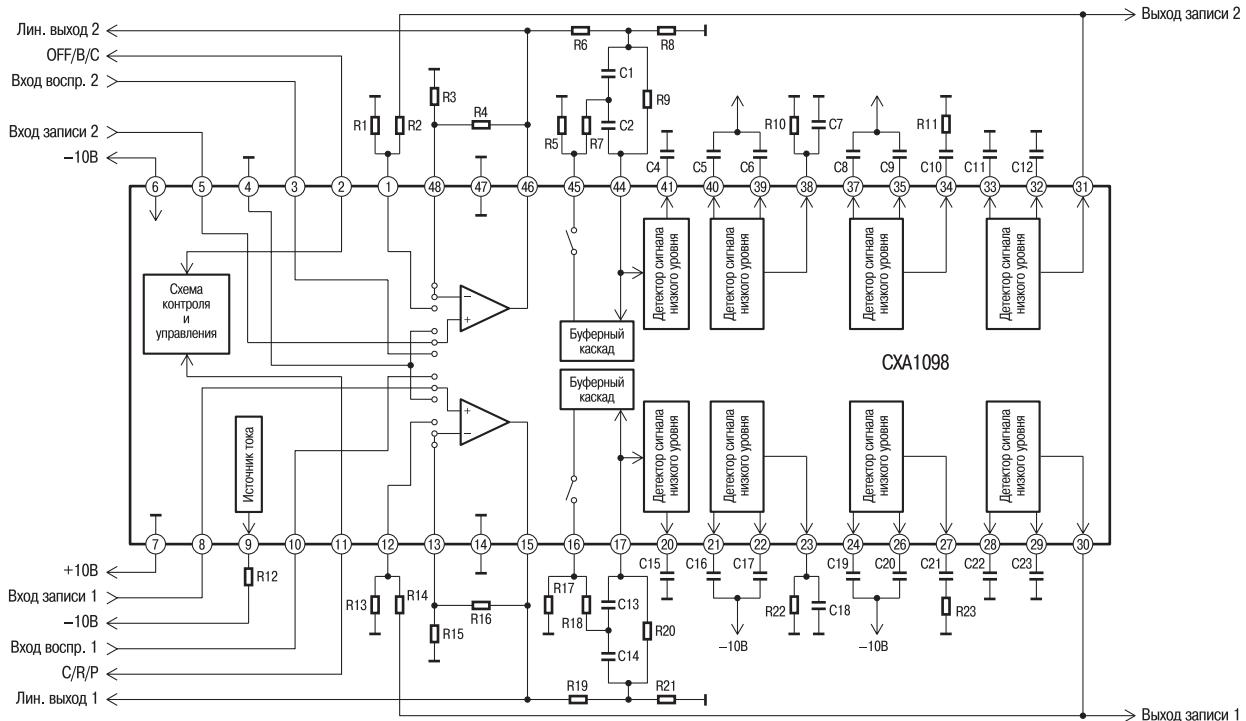

Рис. 8. Структурная схема и схема включения ИС CXA1098
**нижения Dolby B и Dolby C. На рис. 8 показана структурная схема микросхемы CXA1098.** Она содержит два канала обработки сигналов. При записи аудиосигнал подается на выводы 5 и 8, а при воспроизведении – на выводы 3 и 10. Выбор режимов «Калибровка», «Запись» или «Воспроизведение» осуществляется сигналом С/Р/Р, подаваемым на вывод 11. Режим шумопонижения (или его отключение) определяется уровнем сигнала OFF/B/C на выводе 2. В режиме Dolby C используются внешние RC-фильтры (R5..R9, C1, C2 и R17..R21, C13, C14) с частотой среза 10 кГц, подключаемые к выводам 15..17 и 44..46. В режиме записи они служат для ограничения спектра обрабатываемого сигнала. При этом компрессор не реагирует на сигналы с частотами выше 10 кГц. В режиме воспроизведения после экспандера производится обратное восстановление спектра. Последующие каскады представляют собой раздельные цепи обработки сигналов высокого и низкого уровней. При этом параметры первых определяются конденсаторами C4..C7 и C15..C18, а параметры вторых – конденсаторами C8..C12 и C19..C23. Выходами тракта записи являются выводы 30 и 31.